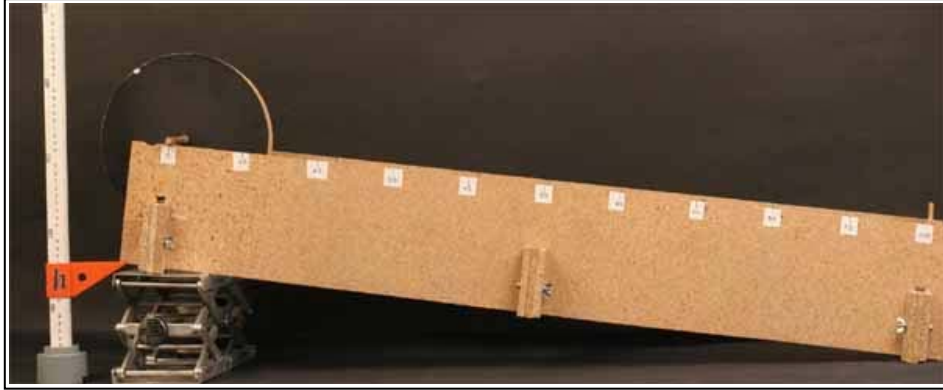

Fig.4
- Se determinará la aceleración del centro de masas a_{CM} con [3] y la altura h del plano inclinado, fig.4, llevando estos datos sobre una tabla de valores.